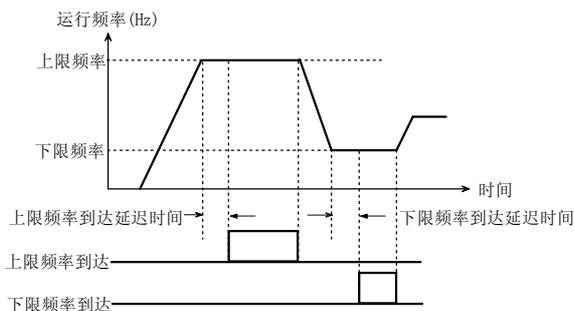

图 5-3-10 上下限频率到达
- ◆ 此两项功能在P3.13~P3.17设定D0, Y1, Y2, 继电器1, 继电器2输出选择为“FDTH 上限频率到达”或“FDTL 下限频率到达”时有效。通常用在多台电机工频、变频切换时，为防止负载抖动，信号不稳定而设置，如图5-3-10所示。